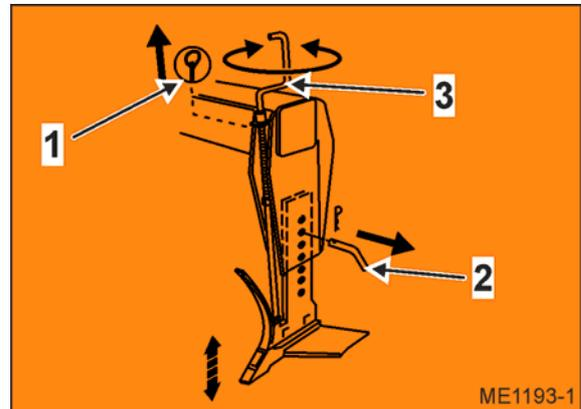

Fig. 28
3. Klapstecker (Fig. 28/1) entfernen.
4. Bolzen (Fig. 28/2) herausziehen. Der Bolzen ist mit einem Federstecker gesichert.
5. Durch Drehen der Kurbel (Fig. 28/3) die gewünschte Arbeitstiefe des Schares einstellen.